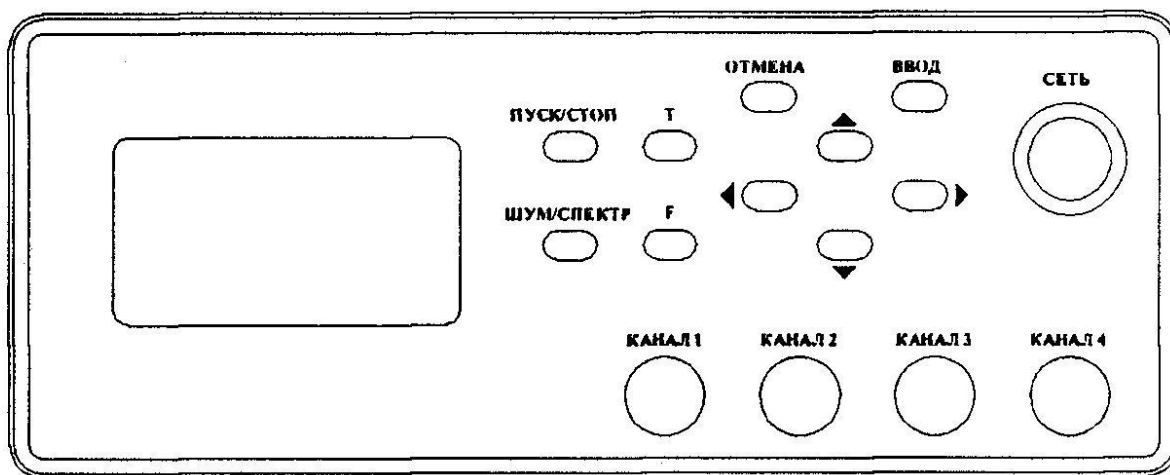

Рис. 1. Лицевая панель
– на лицевой панели основного модуля шумомера-анализатора (рис. 1) расположена клавиатура, состоящая из десяти клавиш управления: "ПУСК/СТОП", "ШУМ/СПЕКТР", "Т", "F", "ОТМЕНА", "ВВОД" и клавиши управления курсором "←", "→", "↑", "↓";